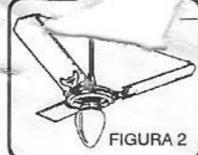

FIGURA 2
- Medir a distância paralela entre as pás, que deverão estarem iguais (ver figura 2).